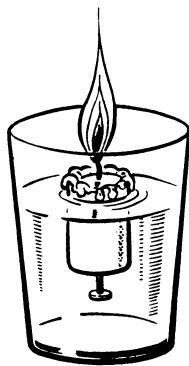

Рис. 46
**Зальет ли вода свечу?** Для ответа на этот вопрос сделайте опыт. В стакан или банку налейте воды. В воду опустите огарок свечи длиной 7—8 см. Чтобы свеча плавала, сохраняя вертикальное положение, снизу воткните в нее кнопку или гвоздик. Добейтесь того, чтобы над поверхностью воды оставались только фитиль и краешек свечи. Зажгите фитиль (рис. 46). При этом свеча будет плавиться, становясь все меньше и меньше. Зальет ли вода свечу?